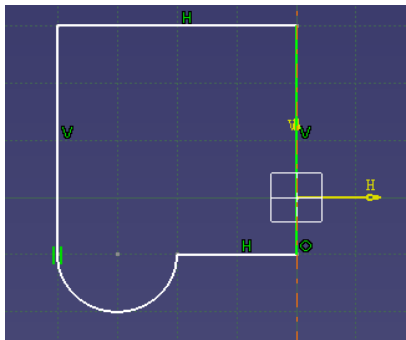
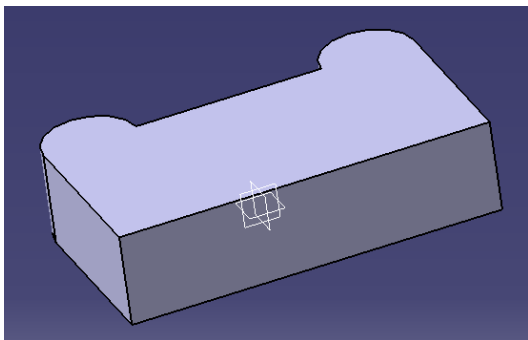

图 8-23
图 8-24
(2) 双击 Part1 中的 PartBody 后进入 Part Design 界面, 选择 xy plane 后, 点击 Sketcher  键。用 Profile  和 Axis  画如图 8-23, 点击  +  (厚度设为 20mm), 效果如图 8-24;